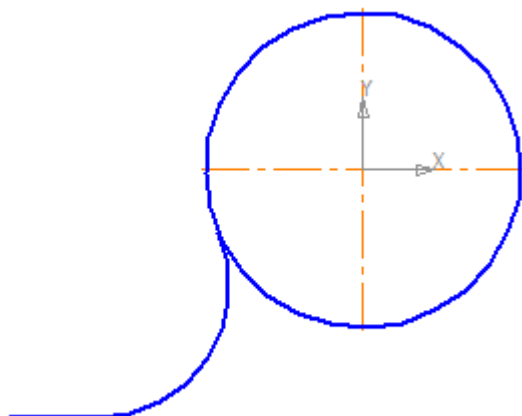

Рис. 5
- укажите два объекта, между которыми нужно построить скругление (отрезок и часть окружности с левой стороны от вертикальной оси симметрии) – рис. 5;